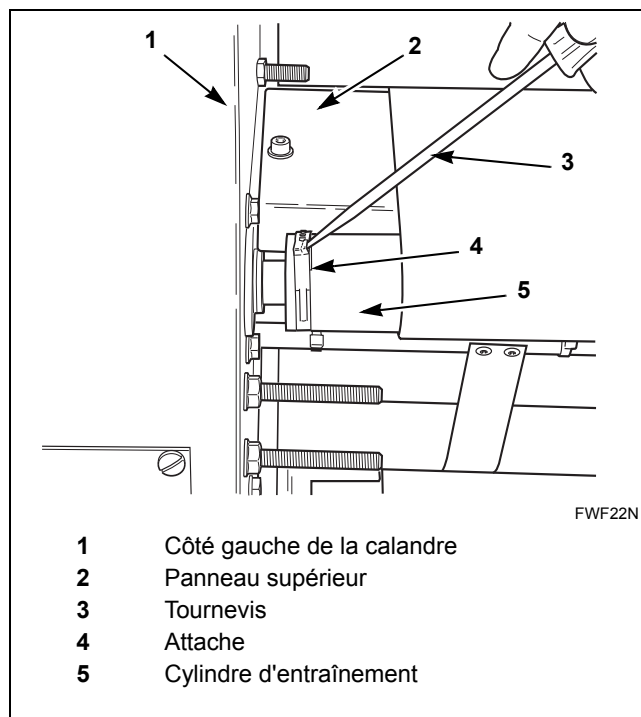

Figure 23
1. À l'aide d'un tournevis standard, ouvrir l'attache à l'extrémité gauche du rouleau d'entraînement. Se reporter à la Figure 23.